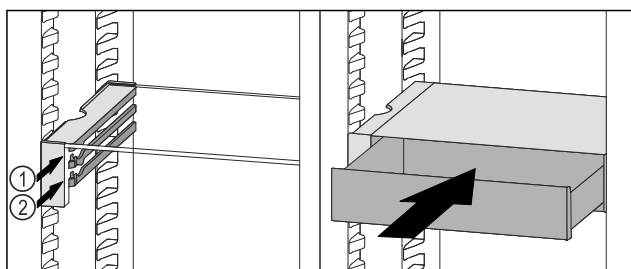

Fig. 103
- Așezați sertarul VarioSafe în spatele opritoarelor pe nervura dorită Fig. 103 (1) sau Fig. 103 (2).